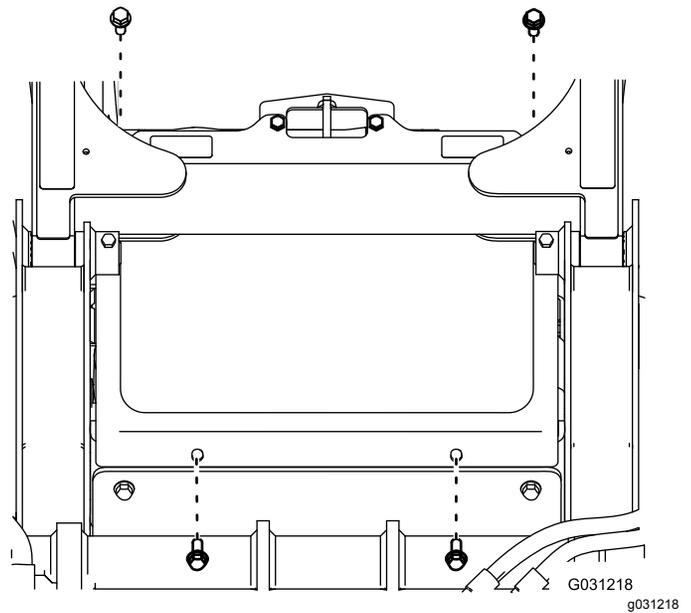

**Figura 41**
1. Retire la fijación (Figura 41).
2. Levante el panel de acceso trasero para tener acceso a los componentes internos (Figura 41).